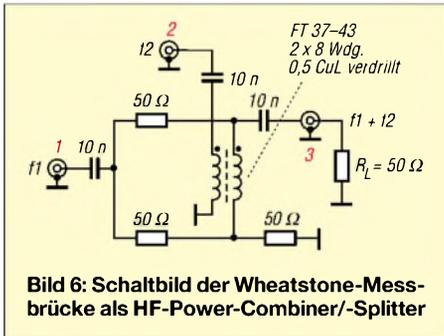
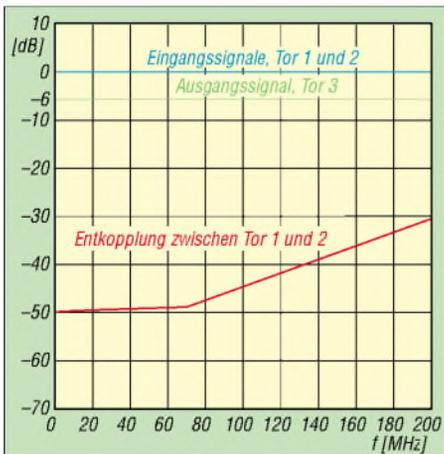

Bild 6: Schaltbild der Wheatstone-Messbrücke als HF-Power-Combiner/-Splitter
Bild 7: Frequenzgang von Durchgangsdämpfung und Entkopplung der Wheatstone-Messbrücke aus Bild 6
Befindet sich die in Bild 6 dargestellte Messbrücke im Gleichgewicht, sind die Tore (1) und (2) vollständig voneinander entkoppelt. Am gemeinsamen Ausgang,
Bild 6 gibt gleichzeitig ein Realisierungsbeispiel einer Wheatstone-Brücke mit Ringkerntransformator. Der nutzbare Frequenzbereich liegt gemäß Bild 7 bei etwa 1 bis 200 MHz, mit Entkopplung der Eingänge von > 40 dB bis etwa 150 MHz.